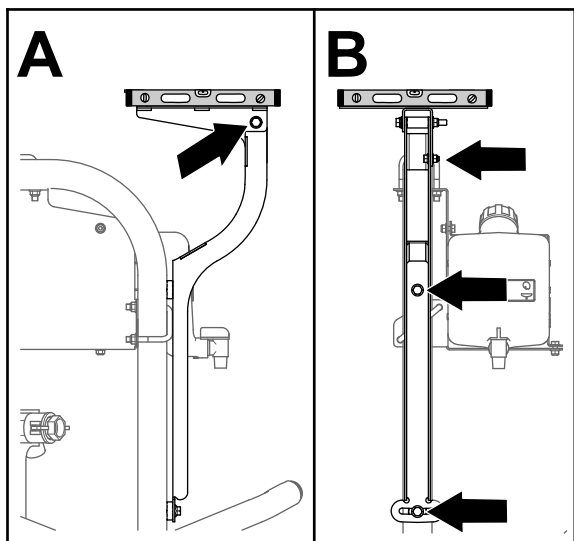

图155
- 将接收器底板从左到右调平图155。
- 将接收器底板从前到后调平图155。